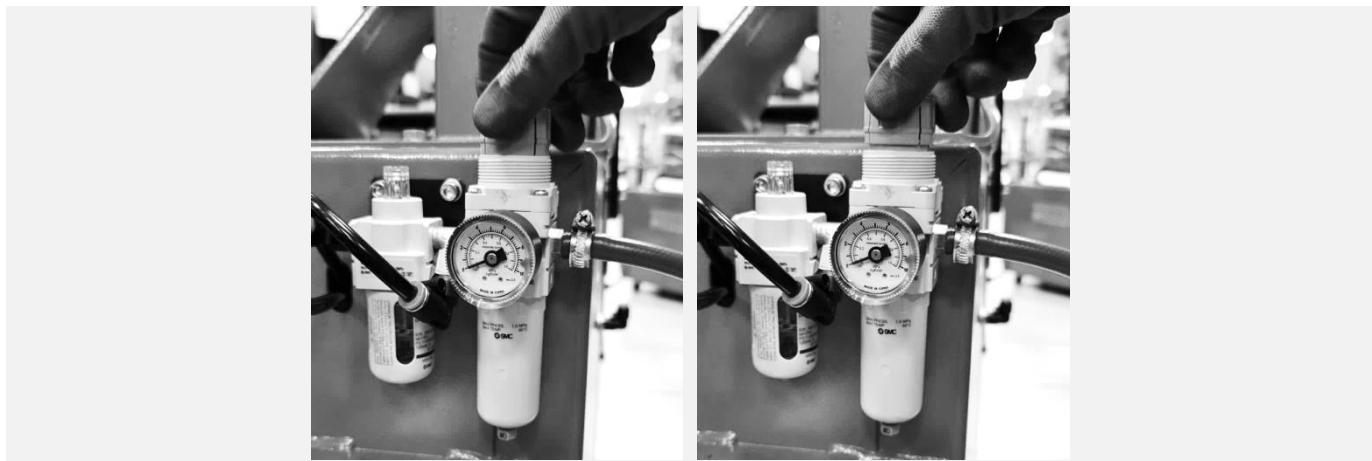
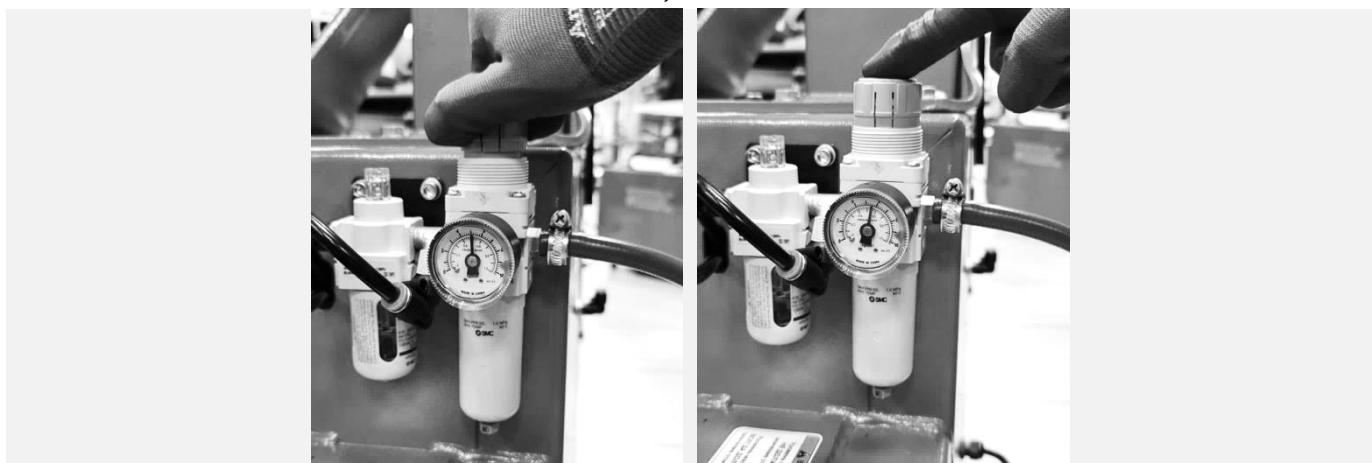

Рисунок 30
Рисунок 31
**7.6.2** Выполнить регулировку давления сжатого воздуха в пневматической системе станка. Для этого поднять колпачок регулятора вверх (см. Рисунок 30) и, плавно вращая регулятор, установить давление равным 10 бар по показаниям манометра на блоке подготовки воздуха. Заблокировать регулятор давления, опустив колпачок (см. Рисунок 31).